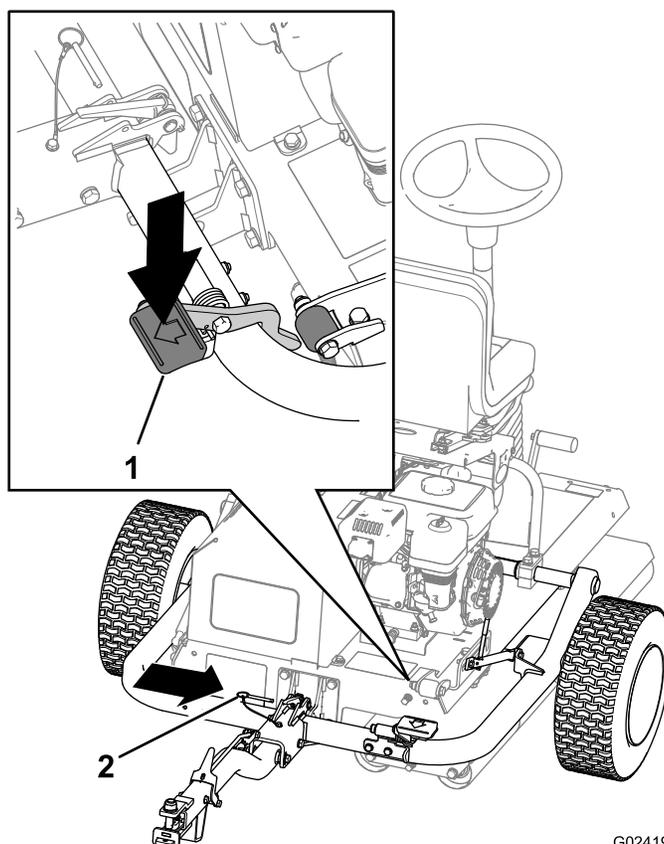

Figura 7
- Pise el pedal de cierre de la barra de tracción hasta que la barra de tracción se bloquee en su sitio (Figura 7).
- Introduzca el pasador de bloqueo (Figura 7).